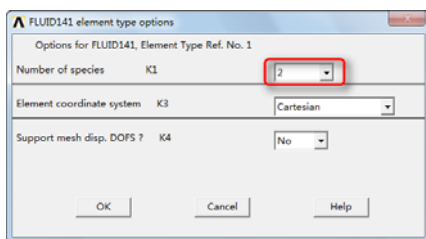

图 10-7 “FLUID141 element type options”对话框
④单击“Element Types”对话框的“Options”按钮，会弹出“FLUID141 element type options”对话框，如图 10-7 所示，在“Number of species K1”选择列表中选择 2，单